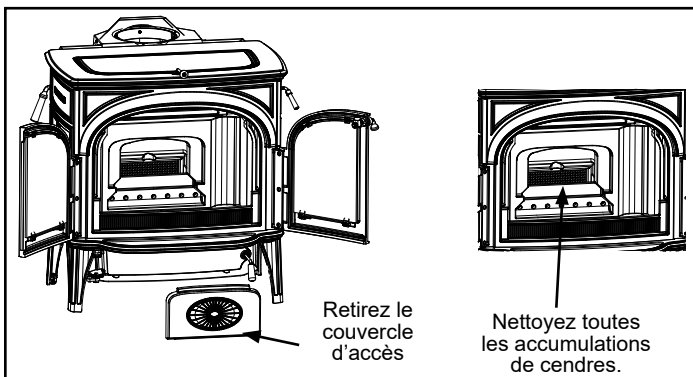

Figure 3.7 – Inspecter et nettoyer les cendres accumulées derrière le système de combustion.
- Vérifiez s'il y a une accumulation de cendres à l'arrière de l'ensemble de combustion et nettoyez-la. Il est bon de le faire durant le nettoyage annuel du carneau. Inspectez le passage derrière l'ensemble de combustion (un miroir facilitera la tâche) et aspirez les cendres à l'aide d'un tuyau d'aspirateur flexible inséré dans ce passage (figure 3.7).